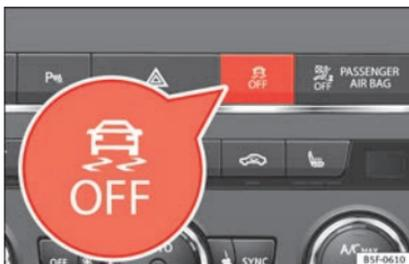

Abb. 190 Mittelkonsole: Taste zum Ein-/Ausschalten von ESC und ASR
- Taste  »» **Abb. 190** etwa 1 Sekunde lang drücken, um ASR abzuschalten.
- Die Taste  » **Abb. 190** länger als 3 Sekunden drücken, und die elektronische Stabilitätskontrolle (ESC) wird einschließlich ASR ausgeschaltet.
- Die Funktion ASR und die elektronische Stabilitätskontrolle ESC werden durch Drücken der Taste  » **Abb. 190** wieder eingeschaltet.